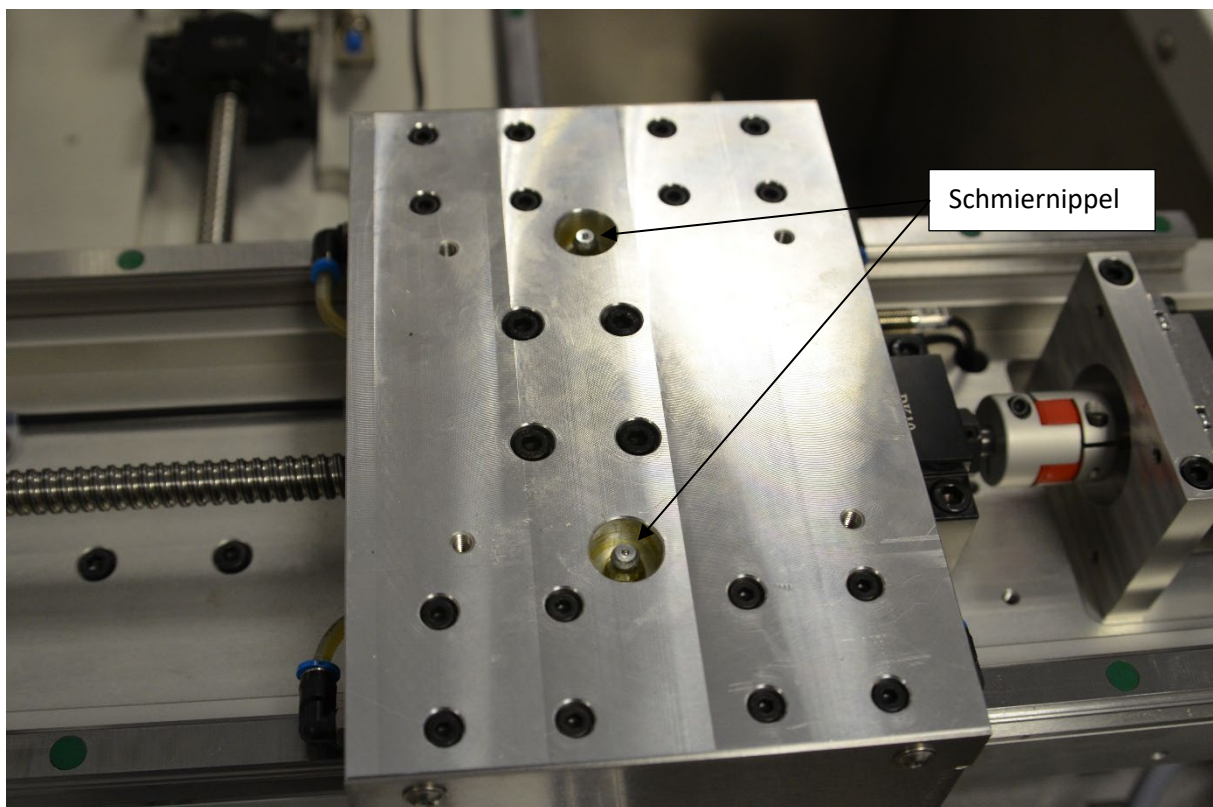
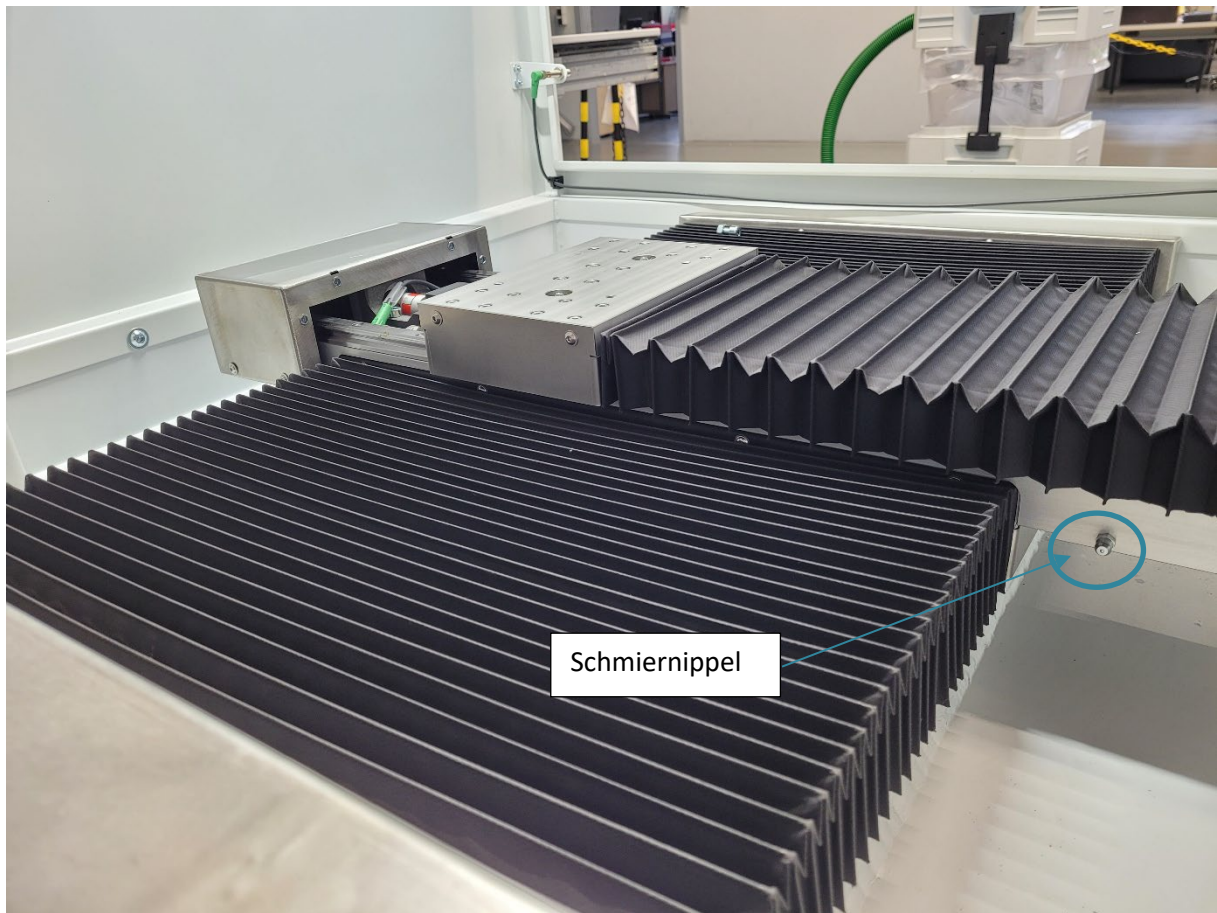

Abbildung 43 2 Schmiernippel an der Y-Achse (Maschinentisch entfernt)
Abbildung 44 Schmiernippel X-Achse
An jedem Schlitten sind zwei zentrale Schmiernippel vorhanden Abb. 43 und Abb.44. Um an die Schmiernippel der X-Achse zu kommen, muss der L-förmige Maschinentisch abgeschraubt werden (4 Schrauben lösen) Je nach Nutzungshäufigkeit, aber min alle 6 Monate beide Schlitten schmieren. Nach dem Abschmiervorgang sollten beide Achsen einmal in jeweils beide Endlagen bewegt werden, um das Fett auf den Führungen und der Kugelrollspindel zu verteilen. Nur Hochdruckschmierfette (EP) verwenden die für Zentralschmierung geeignet sind. Der Hersteller empfiehlt das Schmierfett ShellGadusS2 V220AC 2.